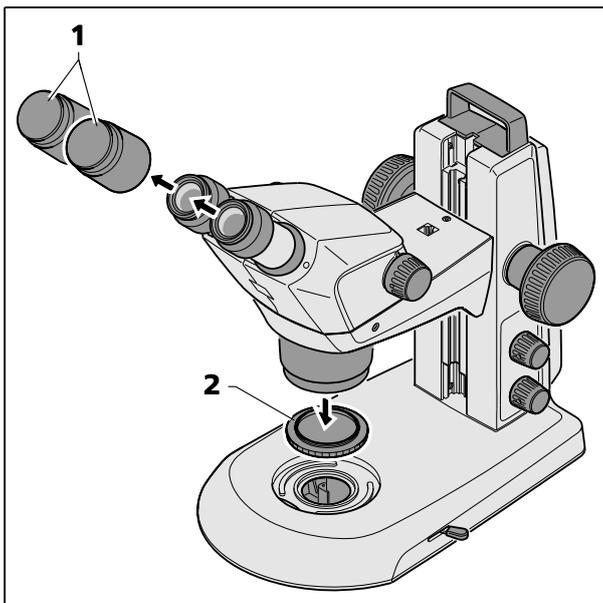

Fig. 9 Retrait des capuchons
- Retirer les deux capuchons de protection des oculaires (Fig. 9/1) et retirer le capuchon de protection (Fig. 9/2) de l'objectif en le tournant.